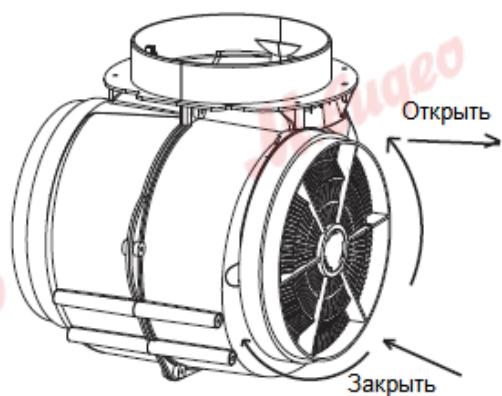

Рис. 12
#### (ОПЦИОНАЛЬНО) СМ. РИС. 12
- Угольные фильтры (Рис. 12) расположены на обоих концах мотора. Поворачивайте угольный фильтр против часовой стрелки, пока не открутите его полностью.